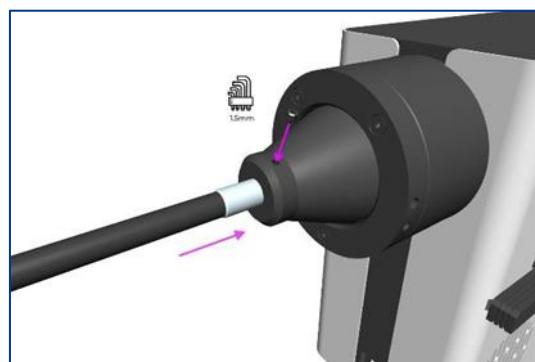

Figura 15
2. Enquanto segura a guia de luz líquida firmemente no lugar, use a chave hexagonal de 1,5 mm para apertar suavemente o parafuso de retenção encontrado na saída da fonte de luz (Figura 15).